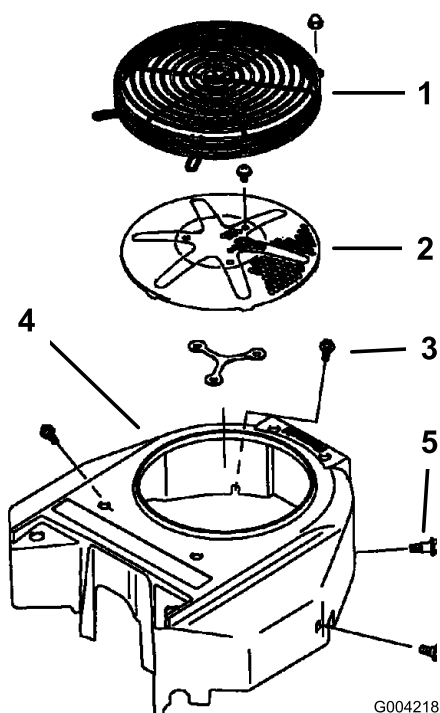

Figura 56
Prima dell'uso, eliminate erba, morchia ed altri detriti accumulatisi sulla griglia del motore. In questo modo garantirete un'adeguata ventilazione e una corretta velocità del motore e ridurrete la possibilità di surriscaldamento e danni meccanici al motore (Figura 56).
3. Rimuovete la griglia della presa d'aria, l'avviatore autoavvolgente e la sede della ventola (Figura 56).
5. Installate la griglia della presa d'aria, l'avviatore autoavvolgente e la sede della ventola (Figura 56).